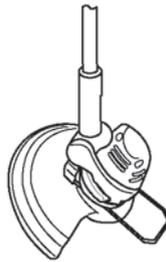

Fig. 19
- > Mettez la tête de coupe sur le cran souhaité : à 0° pour de la pelouse sur sol plat (fig. 18) et à 90° ou 180° pour de la pelouse située près des murs et sur les bordures (Fig. 19 et 20).